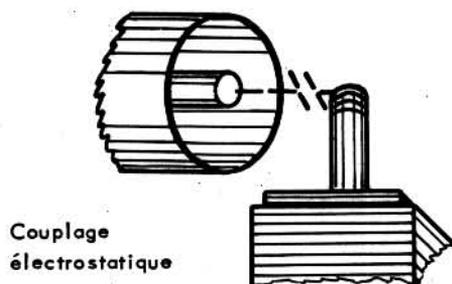

Figure 3
- Couplage électrostatique (Fig. 3)